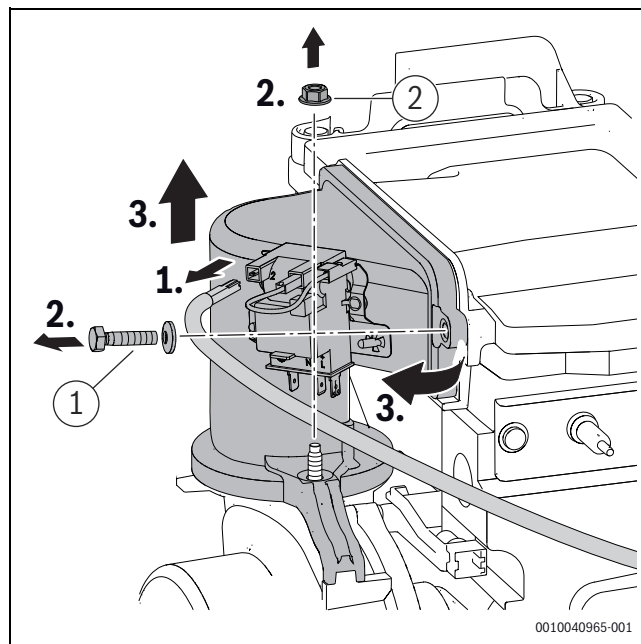

Fig. 42 Desmontar o dispositivo de mistura
- Apertar o parafuso e porca ([1] e [2], fig. 42) no dispositivo de mistura com $5,5+0,5$ Nm.